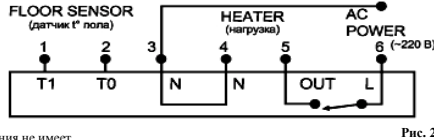

Рис. 2
- В пружинных гнездах клеммника (рис.2) синего цвета №1 (Т1) и №2 (Т0) зафиксируйте (при помощи конус желтого цвета) концы соединительных проводов датчика t пола. Полярность этих проводов значения не имеет.